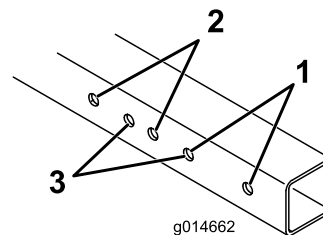

Figura 2
1. Fate riferimento a Figura 2 per stabilire quali fori di montaggio dovete utilizzare in base alla larghezza del vostro tosaerba per green.
Nota: Sulle macchine Greensmaster 1000, 1010 e 2000 dotate di groomer, smontate l'albero della ruota all'estremità del groomer e acquistatene e montatene uno nuovo (n. cat. 106-5385). Montate anche il gruppo guida sull'estremità del groomer nelle posizioni esterne dei fori di Greensmaster 1600 e 1610 (Figura 2).